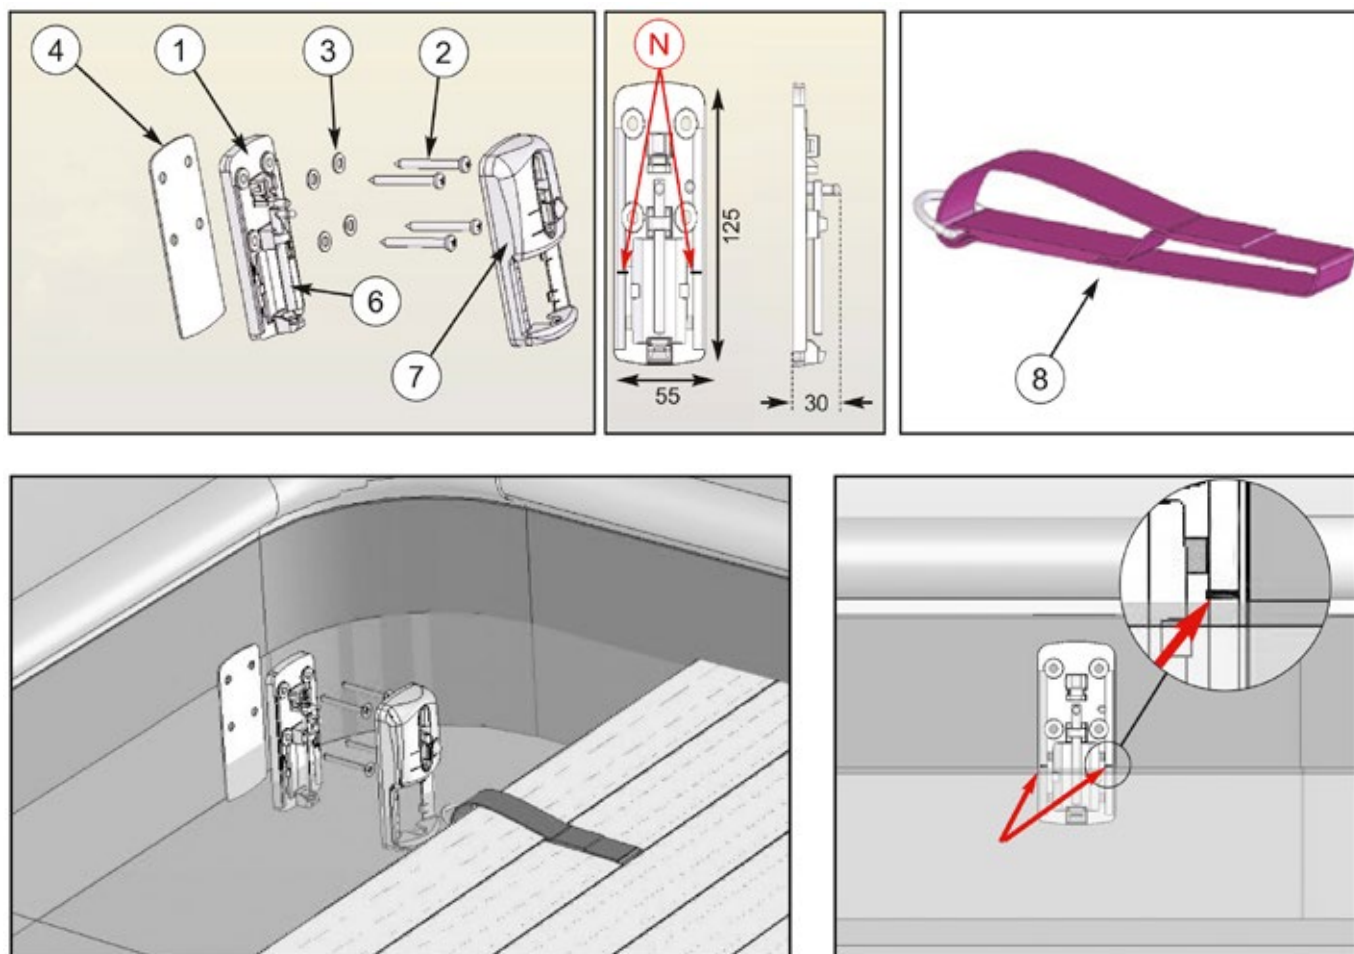

Figura 47 – Instalación de enganches de la estructura
La instalación de los enganches se describe en la **Figura 47**.
Las correas de enganche (8) ya están colocadas en las dos primeras láminas de la estructura. Utilice las placas de enganche (1) como plantilla de perforación para perforar previamente la pared en las ubicaciones de los enganches de la estructura, es decir, en las paredes opuestas al eje, exactamente delante de las correas de enganche. Coloque estas placas de enganche de modo que las marcas N estén al nivel del agua (**Figura 47**).